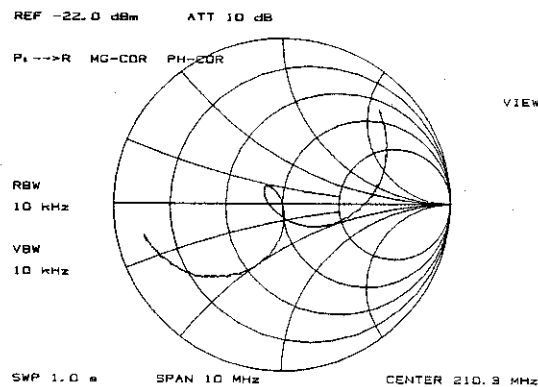

図3-5 インピーダンス測定モードの表示
- 位相、振幅補正時の“PH-COR”，“MG-COR”の表示位置が右へずれます。[図3-5]